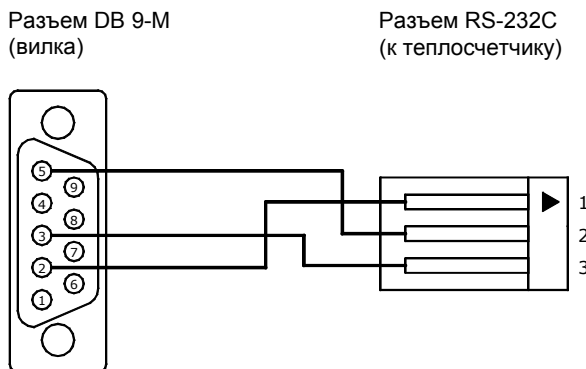
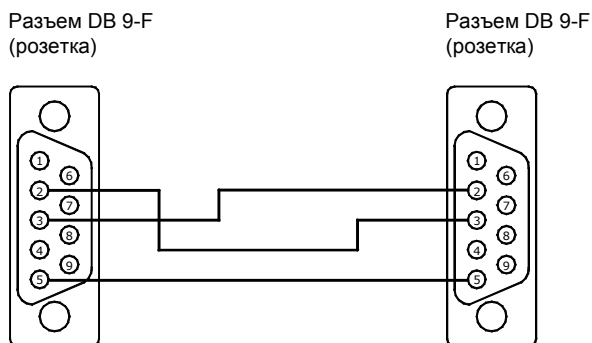

Рис. 7.4
Рис. 7.5
7.5.2 В случае, когда теплосчетчик поставляется с установленным переходным кабелем (см. карту заказа, ПРИЛОЖЕНИЕ А), для считывания данных по интерфейсу RS-232C в ПК необходимо подключить к переходному кабелю, изображенному на рис. 7.4, нуль-модемный кабель (см. рис. 7.5).
7.5.3 Для считывания данных по интерфейсу RS-232C в адаптер переноса данных необходимо подключить адаптер к переходному кабелю (см. рис. 7.4).